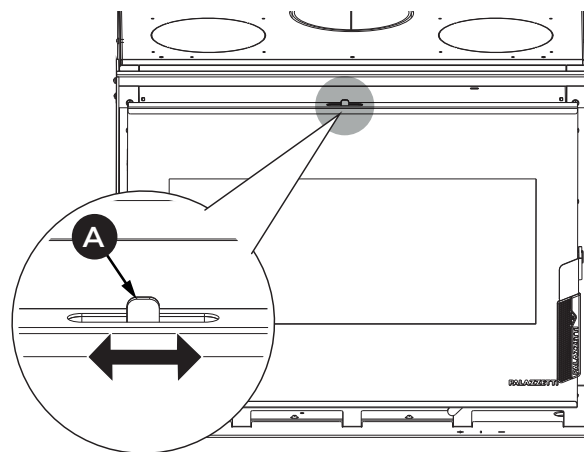

Fig. 9.2
La combustion se règle au moyen du registre d'air (A) (Fig. 9.2). En le tournant vers les symboles (+) ou (-), il est possible d'obtenir un flux d'air comburant plus ou moins important et donc une combustion plus rapide ou plus lente.
Durant le fonctionnement de la cheminée, il est possible de favoriser le nettoyage du verre vitrocéramique à travers le levier de réglage (A) (Fig. 9.2) sans devoir ouvrir la porte.